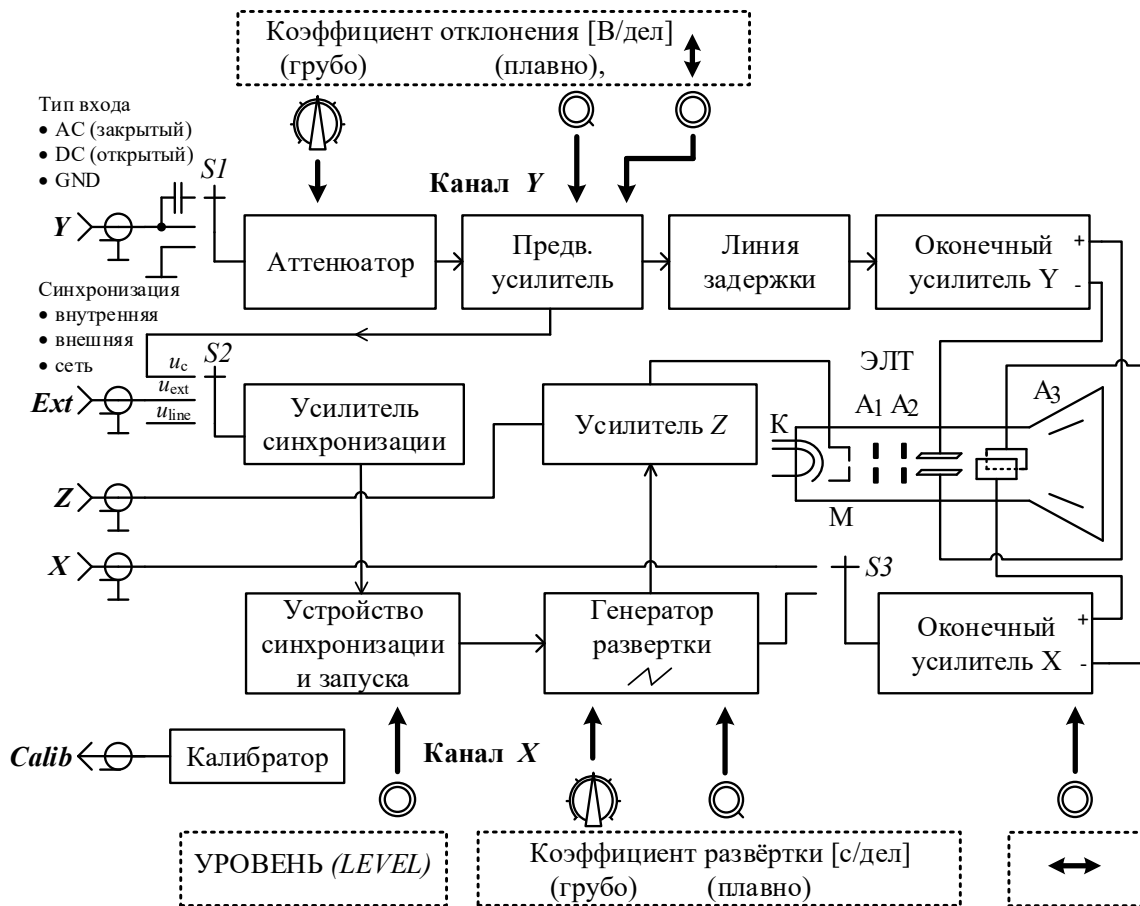

Рис. 3.1. Структурная схема универсального осциллографа
Структурная схема универсального одноканального осциллографа представлена на рис. 3.1. Она включает в себя каналы вертикального (Y) и горизонтального (X) отклонения, канал Z , служащий для модуляции яркости луча, электронно-лучевую трубку (ЭЛТ), а также калибратор. В составе ЭЛТ предусмотрена электронная пушка, содержащая катод K с нитью накала, модулятор M и систему фокусирующих и ускоряющих анодов A_1 , A_2 и A . Электронная пушка формирует узкий пучок электронов, плотность которого регулируют напряжением на модуляторе M . При этом меняется яркость осциллограммы. Управление положением луча на экране ЭЛТ осуществляют подачей отклоняющих напряжений на пару взаимно перпендикулярных пластин.
На рис.3.1 представлена структурная схема *одноканального* ЭЛО, позволяющего наблюдать только 1 сигнал. Для наблюдения на экране осцил-